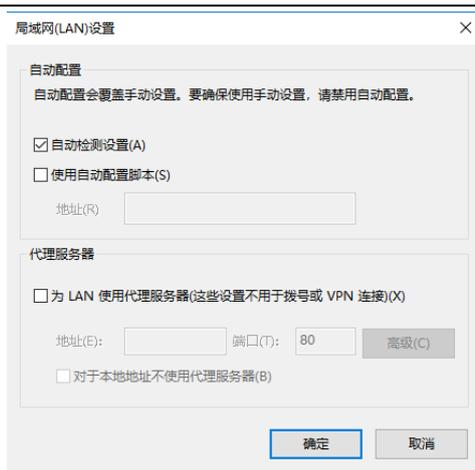

图3-27 局域网设置
- 2) 如图 3-27 所示页面中，点击局域网设置(L)，弹出如图所示页面